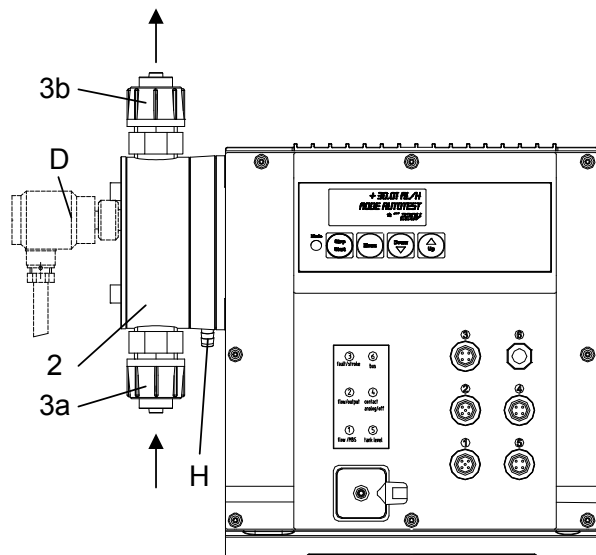

图 2 DDI 222
若隔膜泄漏或破损，计量液体会从泵头的排水口 (H) (图2) 泄漏。见章节 10.6 更换隔膜。